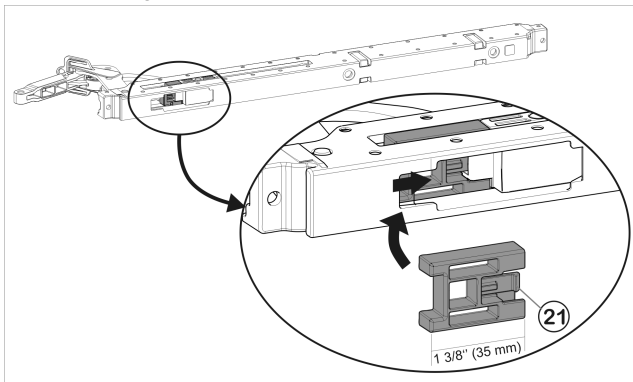

Fig. 57
- Monter le limiteur d'ouverture (90°) Fig. 57 (21) fourni : l'installer sur le côté dans l'amortisseur de fermeture et l'enfoncer jusqu'à ce qu'il s'enclenche.